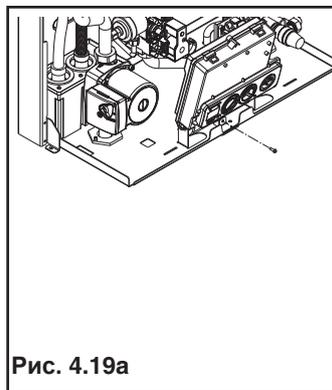
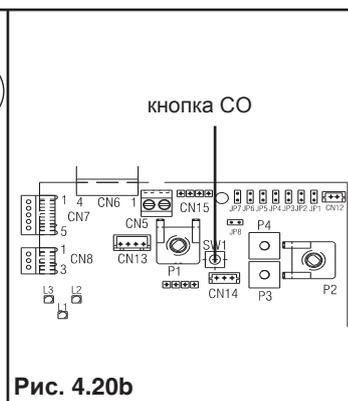

Рис. 4.19a
Рис. 4.20b
- отвинтите крепёжный винт панели управления, после чего поверните её на себя (рис. 4.19a)
- нажмите кнопку CO (рис. 4.20b) и переходите к настройке следующего параметра
- Снимите панель облицовки, опустите вниз панель управления (рис. 4.19a) и снимите крышку электронной платы, чтобы открылся доступ к кнопке «CO» (рис. 4.20b)